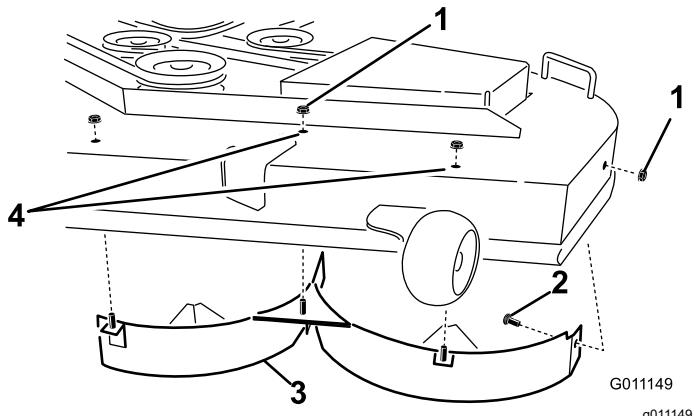

Bild 17
4. Entfernen Sie die drei Sicherungsmuttern (5/16"), mit denen die geschweißten Streben des linken Ablenkblechs oben am Mähwerk in der Mitte, links von der Mitte und in den linken Stellungen befestigt sind (Bild 17).
- 5. Entfernen Sie die Schlossschraube und die Sicherungsmutter an der Seitenwand des Mähwerks, die das linke Ablenkblech am Mähwerk befestigen (Bild 17).
- 6. Nehmen Sie das linke Ablenkblech vom Mähwerk ab (Bild 17).
- 7. Suchen Sie die zwei Schrauben in den losen Teilen und setzen Sie diese Befestigungen mit den vorhandenen Sicherungsmuttern in die Löcher im Mähwerk ein, die in Bild 17 abgebildet sind, um das Herausschleudern von Rückständen zu vermeiden.